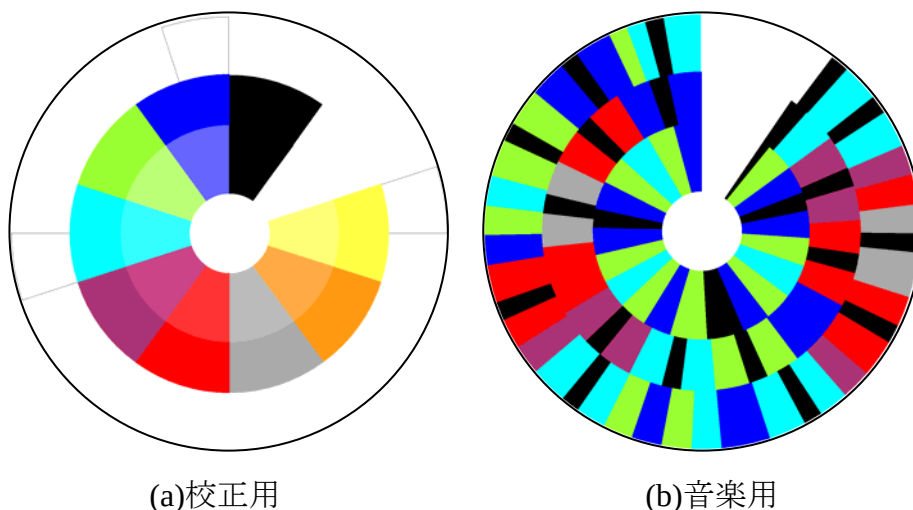

図 1.3 使用するカラーディスク
CDP では次の図 1.3 の 2 枚のカラーディスク (CD) を読み取り, 演奏を行いま